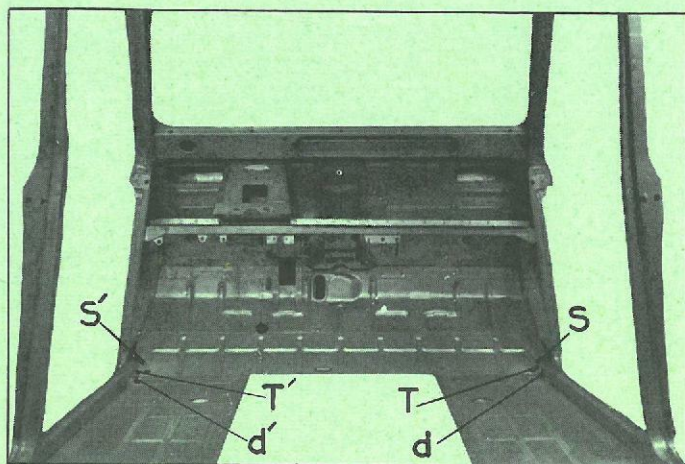

Fig. 3
- d et symétriquement (fig. 3)